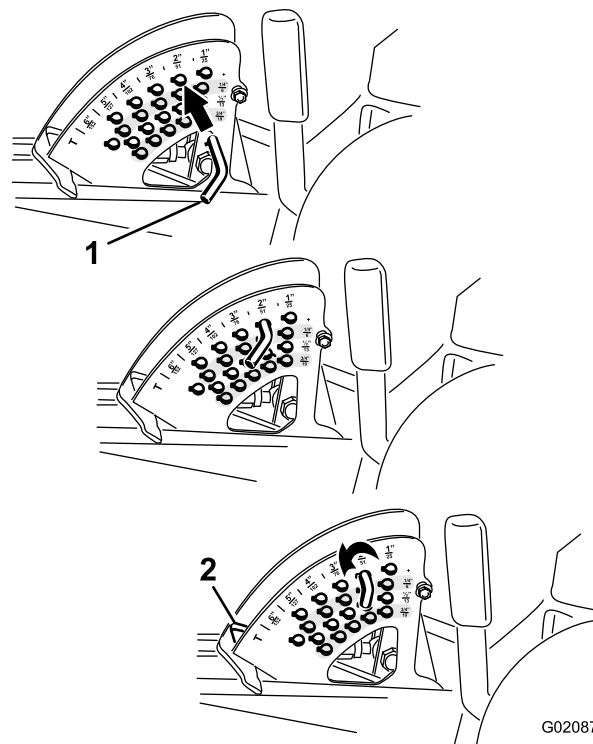

Figure 43
2. Pour régler la hauteur de coupe, tournez la goupille de butée jusqu'à ce que la goupille cylindrique située à l'intérieur soit alignée sur les trous du support de hauteur de coupe et déposez-la (Figure 43).
3. Placez la goupille dans le trou du support correspondant à la hauteur de coupe voulue et tournez-la pour la verrouiller en place (Figure 43).
Remarque: Il y a 4 rangées de trous (Figure 43). La première rangée donne la hauteur de coupe indiquée au-dessus de la goupille. La deuxième rangée donne la hauteur indiquée plus 6 mm ($\frac{1}{4}$ po). La troisième rangée donne la hauteur indiquée plus 12 mm ($\frac{1}{2}$ po). La dernière rangée donne la hauteur indiquée plus 18 mm ($\frac{3}{4}$ po). Un seul trou, situé dans la deuxième rangée, correspond à la hauteur de 15,8 cm (6 po). Il n'ajoute pas 6 mm ($\frac{1}{4}$ po) à la hauteur de 15,8 cm (6 po).